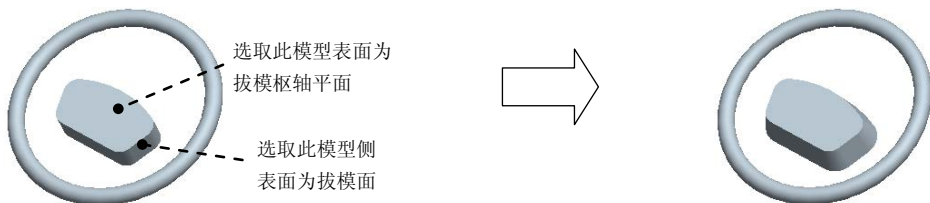

图 4.4.36 拔模特征 1
Step6. 创建图 4.4.36 所示的拔模特征 1。单击 **模型** 功能选项卡 **工程** 区域中的 **拔模** 按钮。选取图 4.4.36 所示的拔模曲面和拔模枢轴平面，在拔模角度文本框中输入拔模角度值 15.0，单击 按钮调整拔模方向，单击 按钮，完成拔模特征 1 的创建。